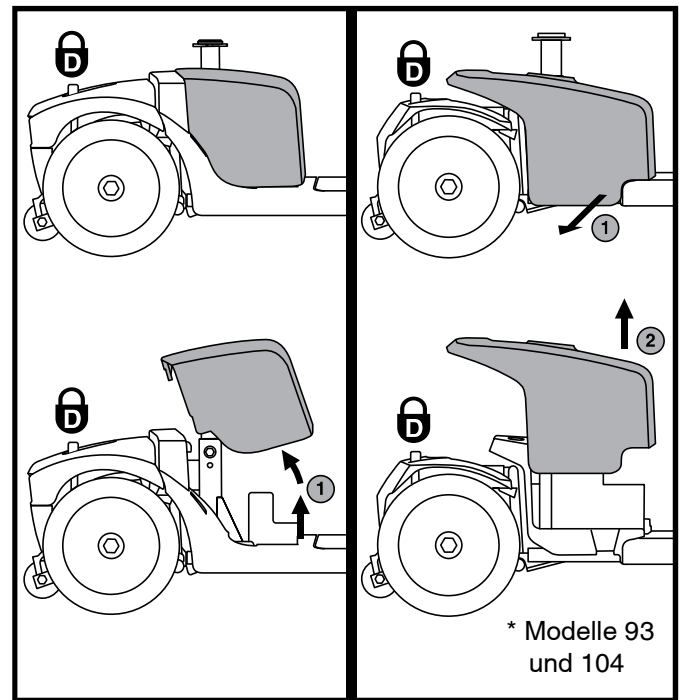

Abb. 15. Battery Entfernen/Anbringen der Verkleidung
1. Entfernen Sie den Sitz und die hintere Abdeckung. **Siehe Abb. 15.**